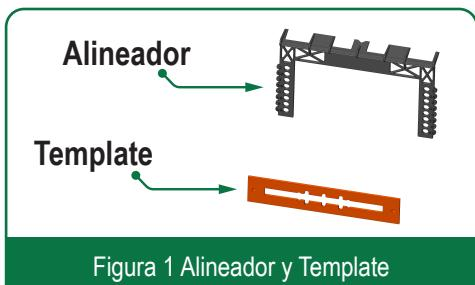

Figura 1 Alineador y Template
- El Dispositivo para fijar las Fundas se compone de 2 piezas: El Alineador o Arco en el que se fija el Template o Plantilla. El Alineador en sus 2 costados tiene varios huecos o cavidades de fijación correspondientes con las alturas señaladas en pulgadas, y el Template en sus extremos contiene 2 puntos o botones que se deben insertar en los huecos para ensamblarse al Alineador, considerando la altura a la que tienen especificada la colocación de las placas de acero en la losa de concreto (consulta la tabla de alturas y espesores de losas). **Figura 1**